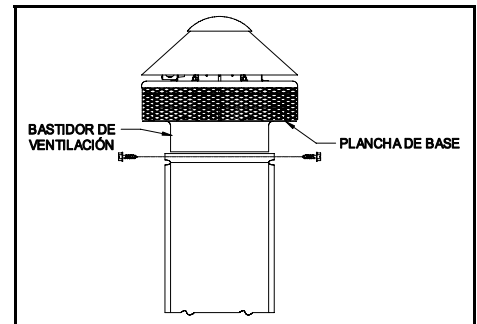

Figura 1
1. Introduzca el bastidor tipo "C" directamente en el tubo de ventilación. (Ver Figura 1)
2. Afiance la caja al tubo de ventilación usando tres (3) tornillos para hoja metálica, colocados a 120° de distancia.